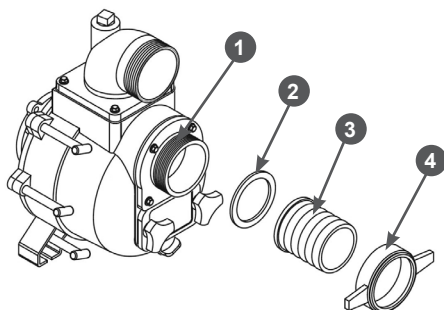

Рис. 15 Установка патрубка всасывающего рукава
- Установите патрубок 3 через уплотнительное кольцо 2 к впускному (всасывающему) фланцу 1 насоса и плотно затяните гайку 4 патрубка (Рис. 15).